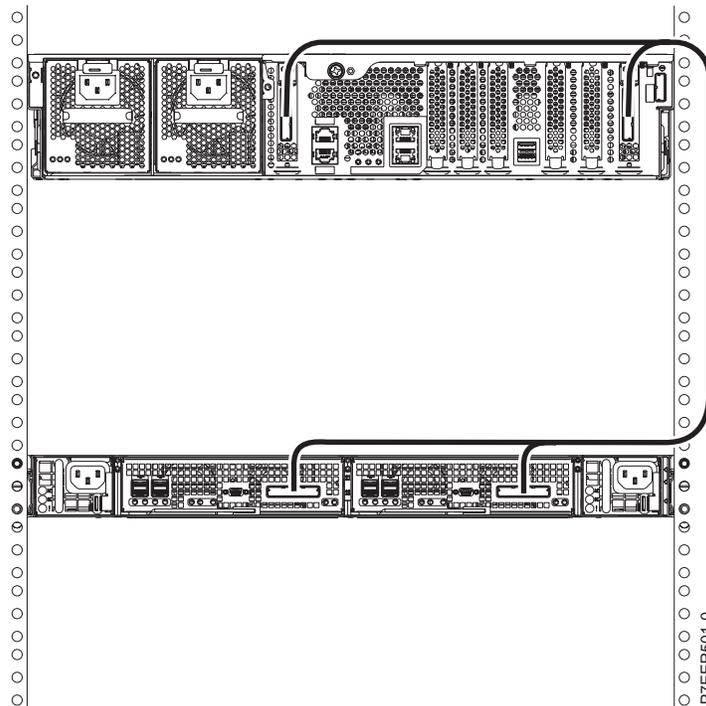

Figura 19. Un Alojamiento de almacenamiento PCIe de EDR1 conectado a un sistema 8231-E2D mediante dos adaptadores PCIe2 GX++ FC EJ0H y dos cables PCIe
La Figura 19 muestra un ejemplo de conexión de un Alojamiento de almacenamiento PCIe de EDR1 a un sistema 8231-E2D mediante dos adaptadores PCIe2 GX++ con el código de característica (FC) EJ0H y dos cables PCIe.